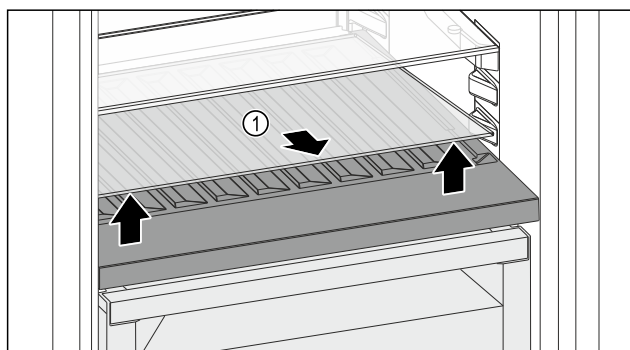

Fig. 147
- ▶ Sollevare il ripiano di vetro Fig. 147 (1) dall'incavo anteriore e rimuoverlo.
- ▶ Conservare il ripiano di vetro Fig. 147 (1) fuori dall'apparecchio in un luogo sicuro.
- ▶ Inserire il ripiano di vetro (2) sotto il vano bottiglie variabile.